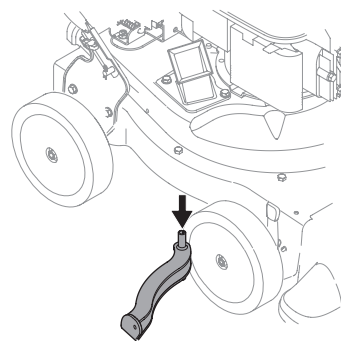

Figura 18
7. Saque la pantalla y límpiela con un cepillo o lávela con agua. Vea la Figura 18.